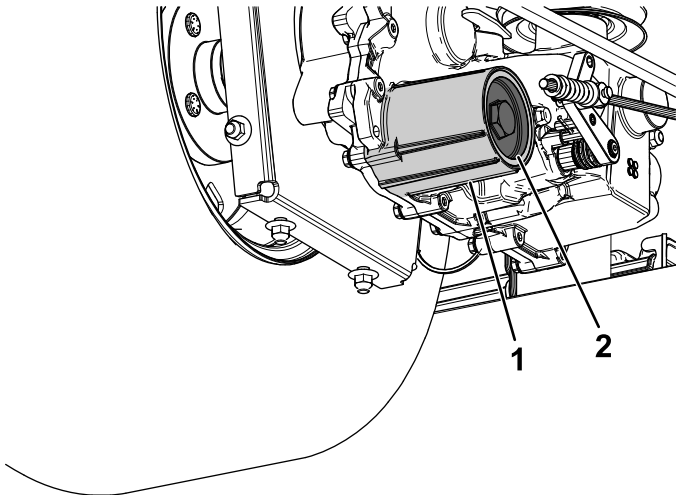

Bild 73
- Entfernen Sie den Deckel des Hydraulikölfilters am Getriebe, um das Hydrauliköl abzulassen (Bild 73).